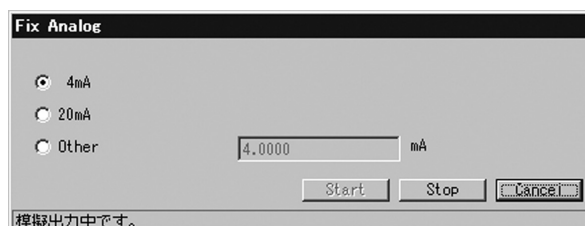

図59
- ④ 「OK」ボタンをクリックすると設定したアナログ値が出力されます。この模擬出力値の出力中は図59のように“模擬出力中です。”というメッセージが表示されます。